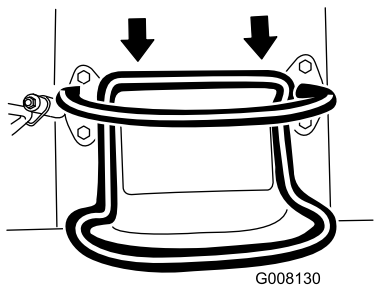

Figura 8
- Per spostarvi in retromarcia, tirate indietro il comando della trazione (Figura 8). **Quando vi spostate in retromarcia, controllate che dietro non vi siano ostacoli e tenete le mani sulla barra di riferimento.**